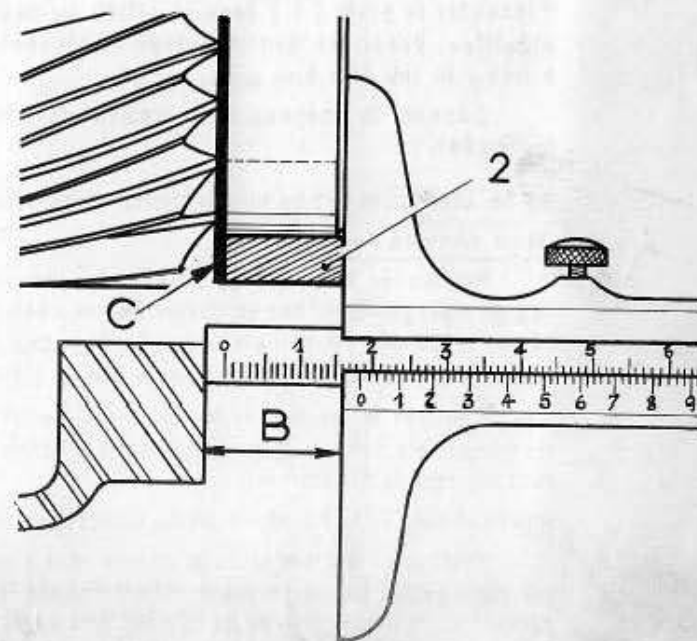

Fig. 56 →
Placer la bague de réglage (2 - Fig. 56), en bout de l'arbre démultiplicateur **sans mettre de cales**, et mesurer la cote B entre plan de joint du carter et bague de réglage. Noter la cote **Exemple = 17,6**
— Retirer la bague de réglage, poser les cales en C (Fig. 56) et replacer la bague de réglage (2).